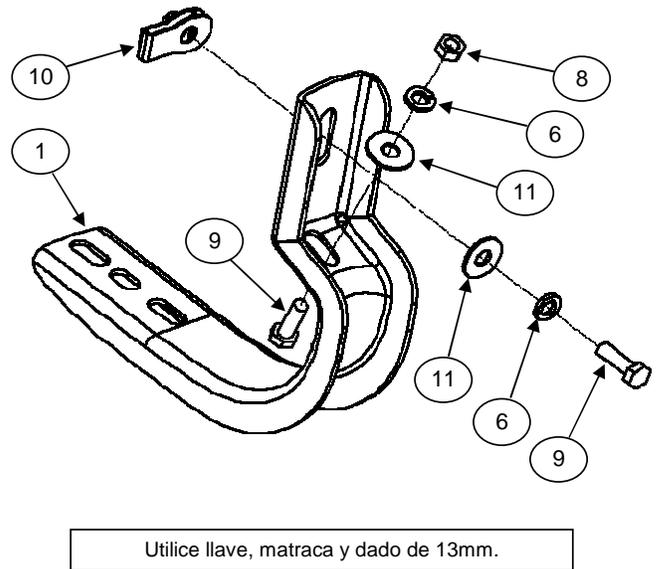

ILUSTRACIÓN 3.
6. Si adquirió Running board widesider 5" & 6", inserte el tornillo cab. cuadrada 5/16" sobre el riel, colóquelo sobre los brackets, alinee y fije con: rondanas planas y de presión 5/16", tuercas hex. 5/16". **VER ILUSTRACIÓN 3.** Repita para el lado contrario. No apriete aún.